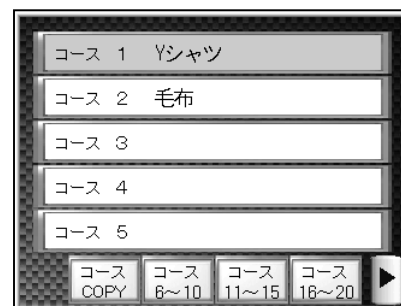

図 7-2
- ・ 電源投入後しばらくすると、コース選択画面が表示されます。(図 7-2)
- ・ 図 7-2 の **コース COPY** を2秒長押しするとコピー画面に切り替ります。